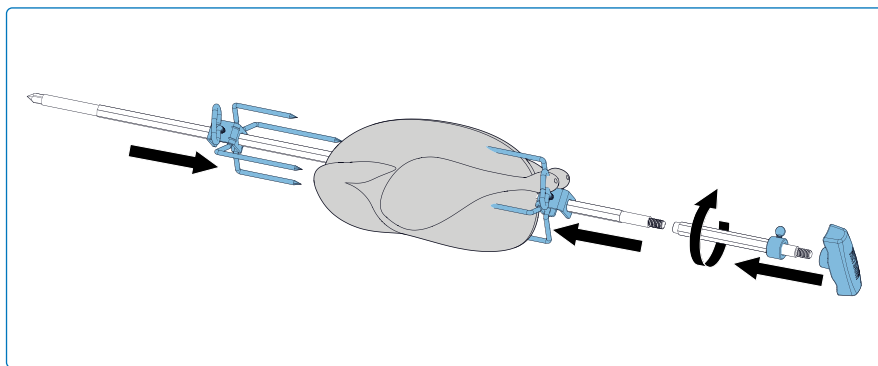

Fig. 4
3. Conecte la extensión de la varilla del asador. Deslice el primer tenedor del roscicero justo después de la mitad de la varilla del espetón y ajústelo en su lugar. Enhebre la carne en la varilla del asador y empuje la carne hacia el tenedor. Deslice el segundo tenedor del roscicero en el extremo opuesto de la varilla del espetón y empuje el tenedor en la carne hasta que quede seguro. Ajuste el tenedor en su lugar (**Fig. 4**).